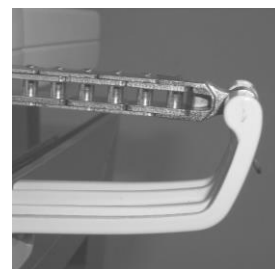

Figure 16
2. Tenir la fenêtre d'une main et de l'autre sortir l'axe de la fente (*il est conseillé d'ouvrir la fenêtre d'au moins 10 cm pour le faire afin de détacher la fenêtre plus facilement*) - figure 16.